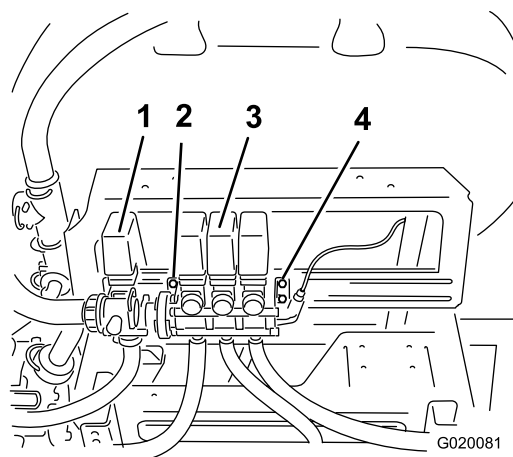
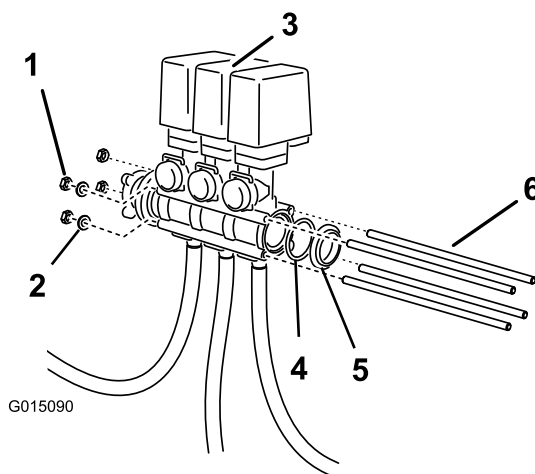

Рисунок 4
Рисунок 6
1. Ослабьте затяжку (не выворачивая полностью) болтов крепления клапана стрелы в сборе к правому монтажному кронштейну (Рисунок 4).
- Вставьте резьбовые штоки через отверстия в корпусах перепускных клапанов стрелы, а два ближайших к монтажной балке штока – через левый монтажный кронштейн (Рисунок 4 и Рисунок 6).